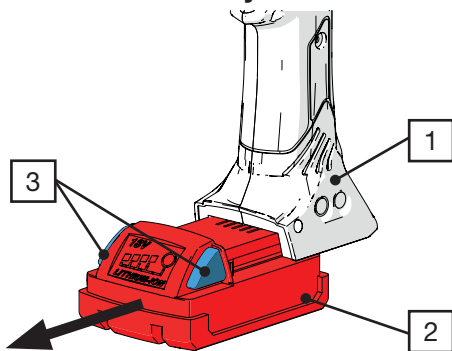

Fig. 18: Retirada de la batería
- ▶ Pulse los botones (Fig. 18/3) y extraiga la batería (Fig. 18/2) de las tenazas de contracción CP 10 / CP 20 / CC 20 (Fig. 18/1).